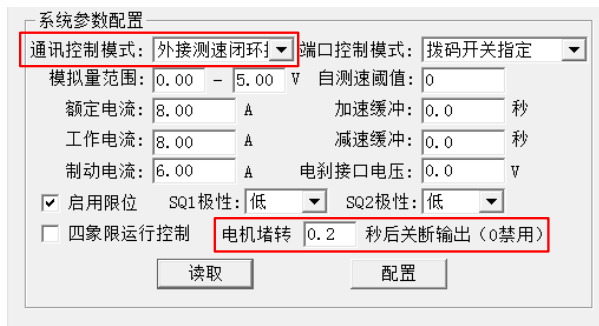

图 4.139 位置控制工作模式配置
- 4) 将通讯控制工作模式寄存器（0x0080）配置为外接测速闭环(0x03)；若装置无限位开关，且使用堵转限位方式，还须将堵转停止时间寄存器（0x0081）配置为非零较小值，如图 4.139 所示。